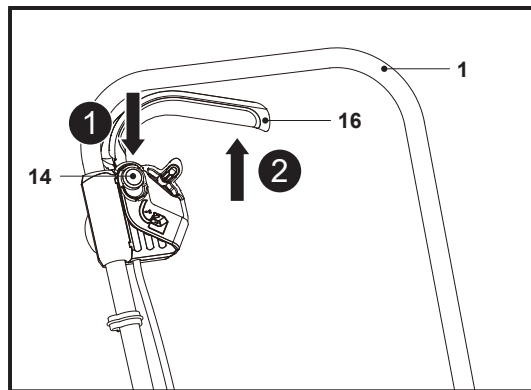

Fig. 11
1. Certifique-se de que a alavanca de arranque (16) é solta.
2. Prima o botão de bloqueio (14) e mantenha-o nessa posição (Fig. 11, passo 1).
3. Aperte a alavanca de arranque (16) na direção da pega (1) para ligar o produto (Fig. 11, passo 2). Mantenha a alavanca de arranque (16) na devida posição durante a operação.
4. Solte a alavanca de arranque (16) para desligar o produto.